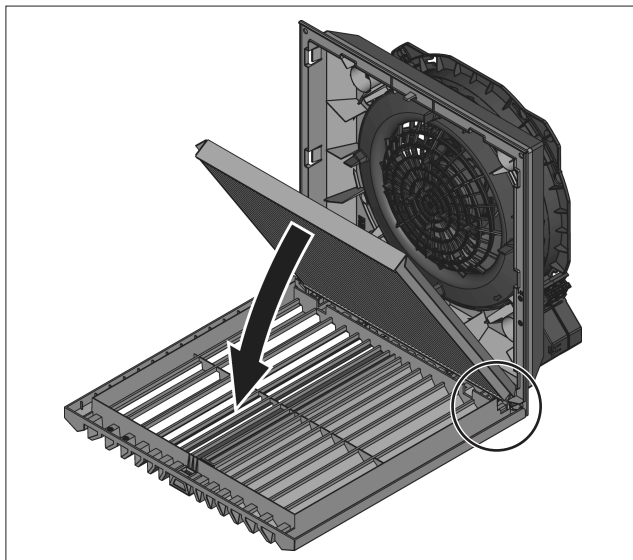

Fig. 19 : insérer le filtre plissé IP 54
- Insérer le filtre plissé dans la grille à lamelles. L'inscription « Top » indique le sens d'insertion (voir fig. 19).